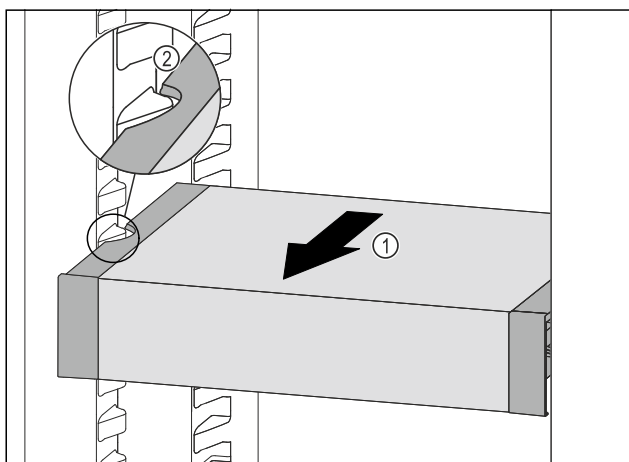

Fig. 166
- Táhněte VarioSafe dopředu Fig. 166 (1), dokud nebudou boční vybrání VarioSafe na úrovni žebrování na nádoby v chladničce. Fig. 166 (2)